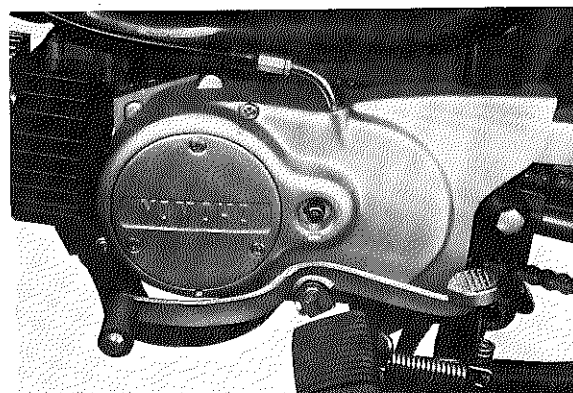

Fig. 2-3-15
If play still exists at the clutch lever, it should be removed by turning the clutch cable adjuster. (Fig. 2-3-15)
- b. Visser complètement la vis de réglage du débrayage, jusqu'à ce que la vis de débrayage touche la tige de débrayage et, à partir de cette position, desserrer la vis de réglage de 1/4 de tour. Si le levier d'embrayage a encore trop de jeu, il faudra le rattraper en tournant la vis de réglage du câble (Fig. 2-3-15).
- b. Nun die Druckschraube einschrauben, bis diese leicht auf der Druckstange aufsitzt; danach die Schraube um 1/4 Umdrehung lösen. Besteht auch dann noch Spiel am Kupplungshebel, so ist dieses durch Drehen der Kupplungsseileinsteller zu eliminieren. (Fig. 2-3-15)